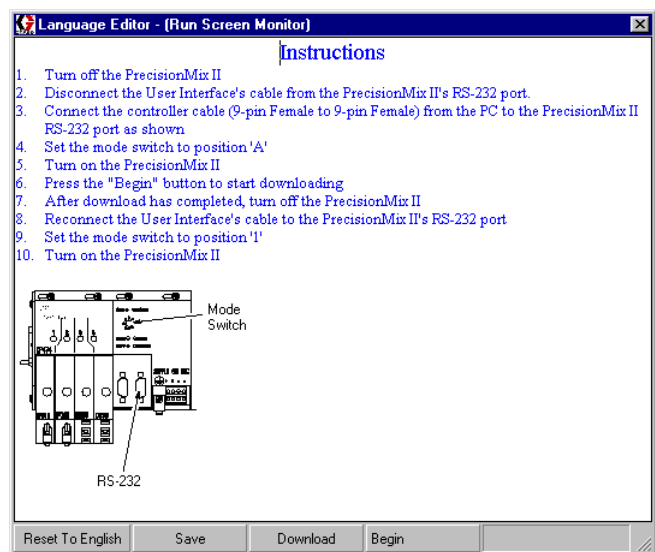

Fig. 13.66
9. Aparecerá una ventana para descargar el programa de archivos de idiomas. Vea la Fig. 13.66. Si está familiarizado con el proceso de actualización, no tendrá problemas para seguir los pasos de la ventana. Las instrucciones siguientes proporcionan información más detallada.
- d. Pulse el botón BEGIN de la pantalla de instrucciones para comenzar a descargar el archivo del idioma en el monitor de la pantalla de ejecución. Vea la Fig. 13.66.